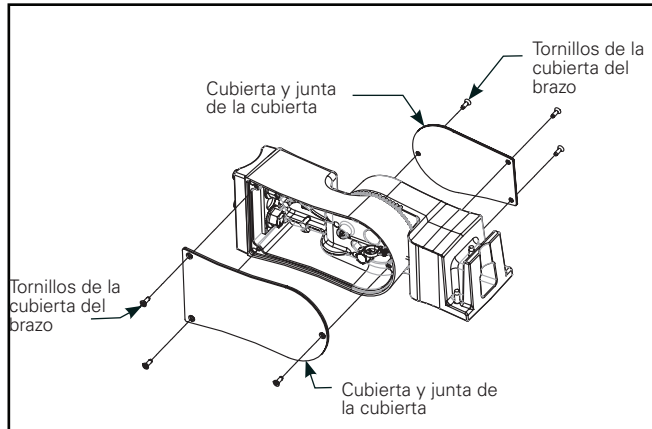

Figura 1.
1. Afloje los seis tornillos para retirar las dos cubiertas de acceso del brazo. Guarde el hardware (Figura 1).